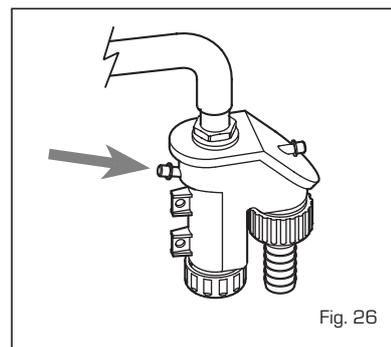

Fig. 26
**Durante le operazioni di manutenzione è necessario che il Servizio Tecnico Autorizzato controlli che il gocciolatoio sifonato sia pieno d'acqua (verifica necessaria soprattutto quando il generatore rimane inutilizzato per un lungo periodo). L'eventuale riempimento si effettua dall'apposito imbocco (fig. 26).**